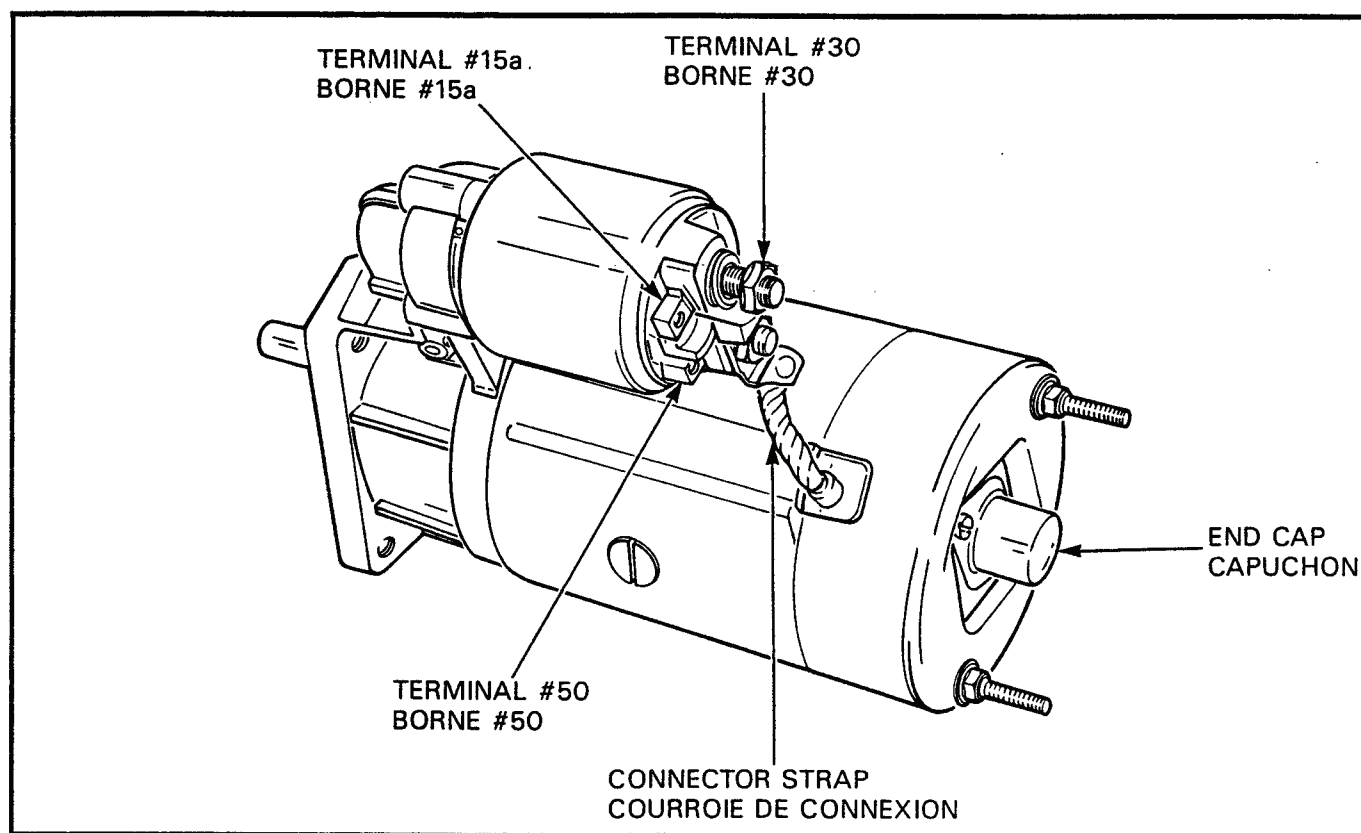

Figure 2-5-1 Starter
11. **Removal** — To remove, see Figure 2-5-1 and proceed as follows:
11. **Dépose** — Pour enlever le démarreur, voir figure 2-5-1 et procéder comme suit: